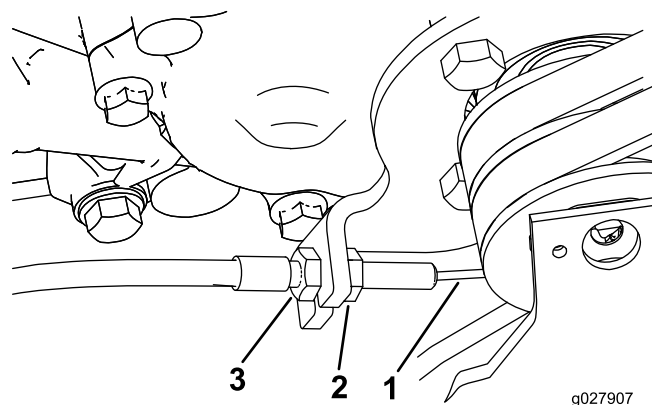

Figura 43
3. Per aumentare la tensione del cavo, allentate il controdamo del cavo anteriore e serrate il controdamo del cavo posteriore (Figura 43) finché non occorre una forza di 2,75–3,25 kg per innestare il comando della trazione.